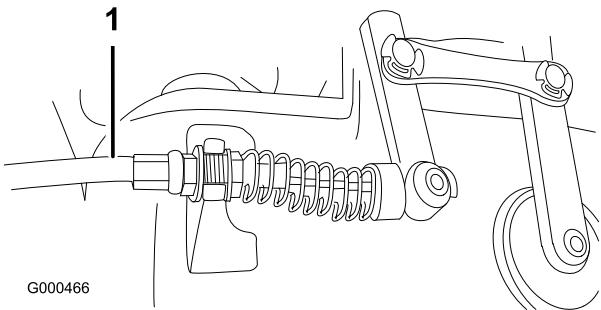

図 50
2. リール・コントロール・ケーブルの前ジャム・ナットをゆるめ、後ジャム・ナット（図 50：ギアボックスの上部）を締めてケーブルの張りを出し、さらに 3.2～4.5 kg の力でリール・コントロールがつながるようにする。力の計測はコントロール・ノブの部分で行う。